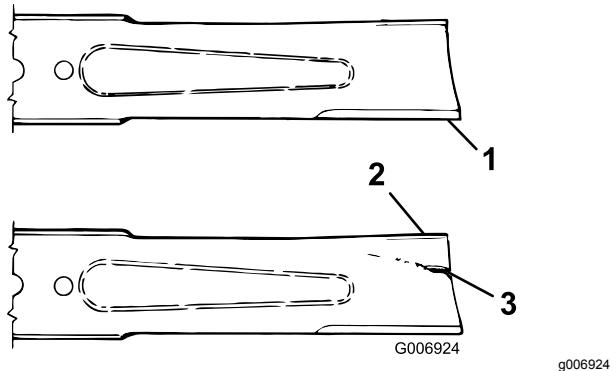

Figura 84
3. Examine cuidadosamente as extremidades da lâmina, prestando especial atenção à zona onde se encontram as partes curvas e planas da lâmina (Figura 84).
4. Se verificar que esta zona se encontra desgastada (Figura 84), substitua a lâmina; consulte Desmontagem e montagem de uma lâmina (página 62).